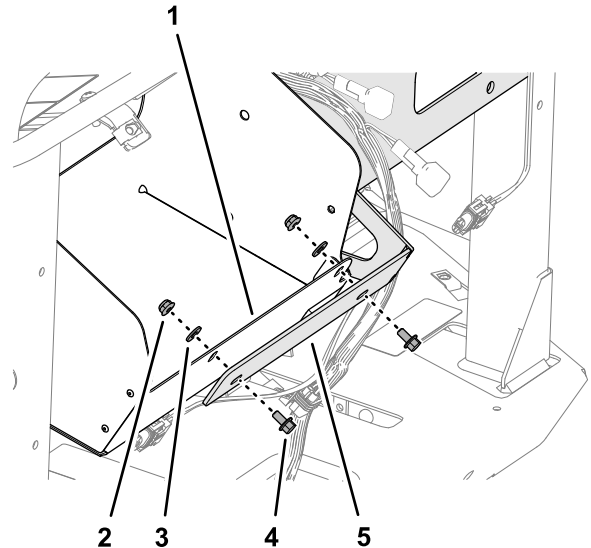

Figure 75
2. Alignez les trous du support de collecteur et les trous de la bride du compartiment de rangement (Figure 75).
3. Fixez sans serrer le support de collecteur sur la bride (Figure 75) à l'aide de 2 vis à embase (1/4" x 1/2"), 2 rondelles (1/4") et 2 contre-écrous à embase (1/4").